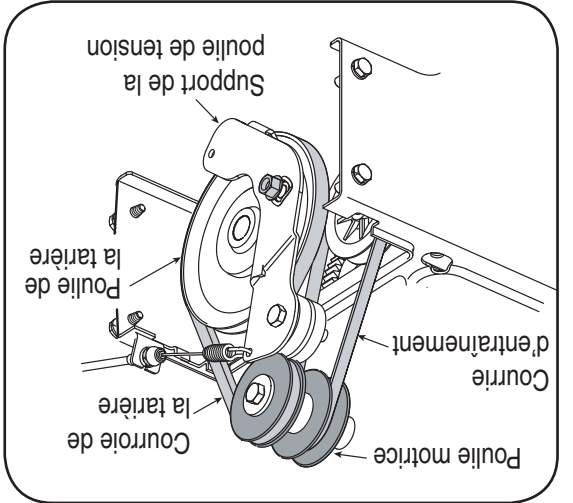

Figure 12
5. Installez la nouvelle courroie de transmission dans la gorge de la poulie motrice. Voir la Figure 12.